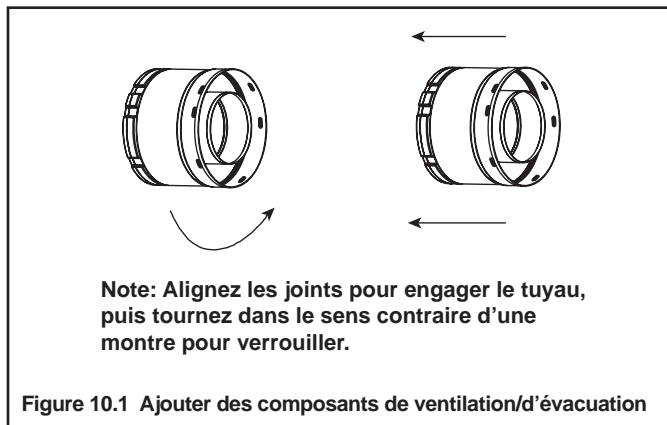

Figure 10.2 Silicone d'étanchéité haute température
- Appliquez un cordon de produit d'étanchéité (silicone) à l'intérieur du joint de tuyau extérieur femelle avant de joindre les tronçons. Voir la Figure 10.2.